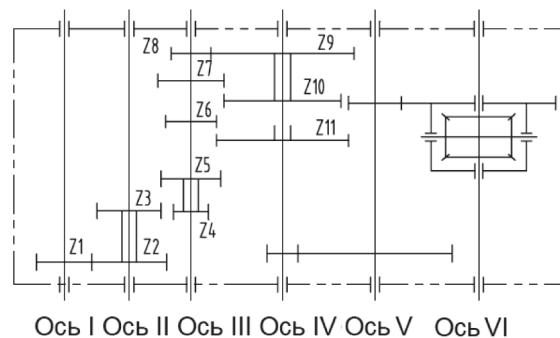

Рис. 3.4. Линия трансмиссии коробки передач 3x2+1.
Данная коробка передач состоит из переключателя передач, редуктора, дифференциала и механизма управления. В коробке передач находится 6 валов, расположенных перпендикулярно. (рис. 3.4.)
**Коробка передач 3x2+1** имеет 6 передних передач и 1 заднюю передачу, управляемые главным и вспомогательным рычагами переключения передачи, см. рис. 3.4.